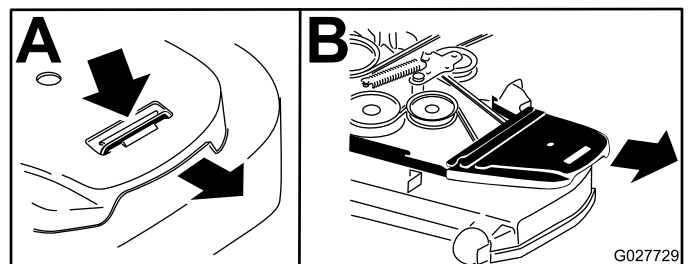

Figure 4
2. Retirez le couvercle de courroie droit (Figure 4).